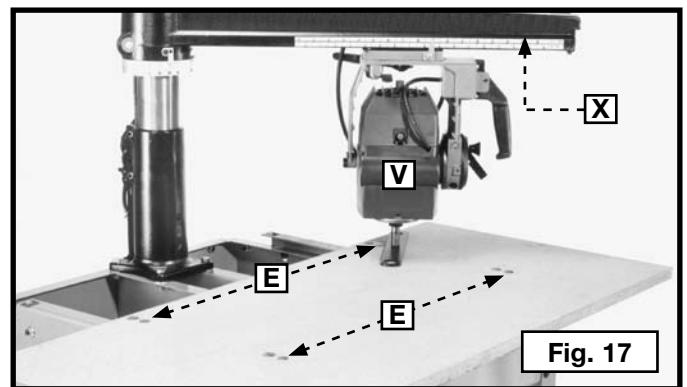
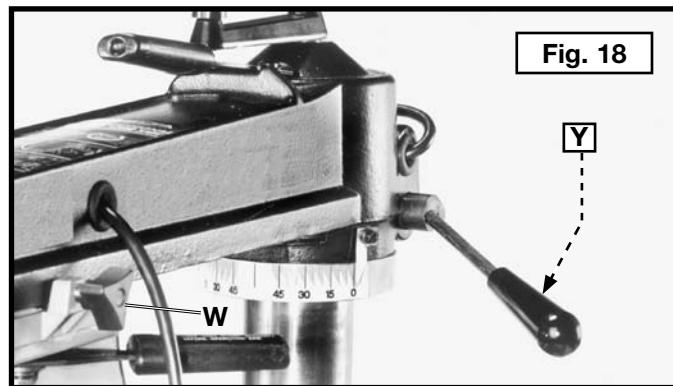
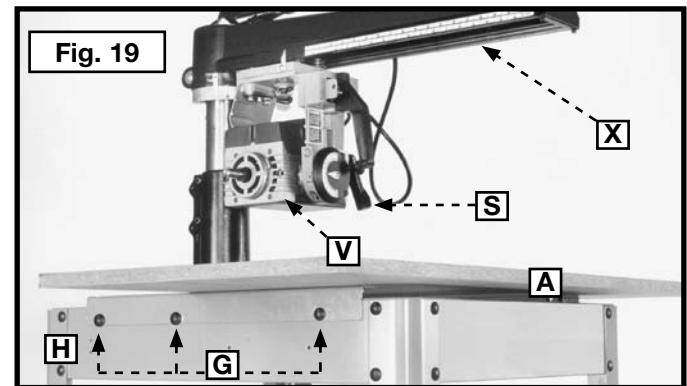

Fig. 17
Fig. 18
Fig. 19
12. Vérifier le poids de la planche du banc au-dessus des vis d'ajustement des trois autres planches de banc (E) Figure 17 en repositionnant le bras (X) et la tête de coupe (V) jusqu'à ce que le plus haut point du banc soit identifié.
- REMARQUE :** S'assurer que le bouton de serrage de la tête de coupe (W) Figure 18 et l'axe de la poignée de fixation du bras (Y) sont situés au-dessus de chacune des vis d'ajustement. Ne pas changer la hauteur du bras (X) Figure 17 avant d'avoir identifié la plus haute vis et ajusté tous les coins de la planche de banc.
13. Positionner l'arbre du moteur sur les trois coins les plus bas de la planche du banc. Ajuster les vis d'ajustement du banc (E) Figure 17 jusqu'à ce que la clé pour arbre puisse passer entre l'arbre et la planche du banc à chaque endroit.
14. Serrer les trois vis (G) Figure 19 de chaque côté du socle de la scie (H). Ramener le bras (X) et le moteur (V) en position à 90°. Serrer le levier de fixation de biseau (S) et la poignée de fixation du bras (Y) Figure 18.